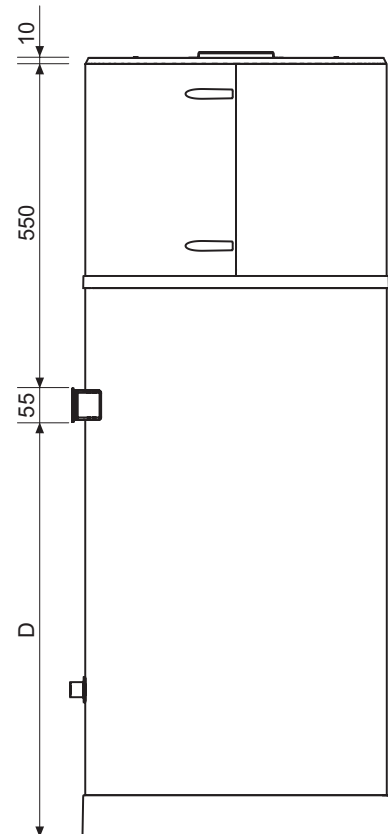
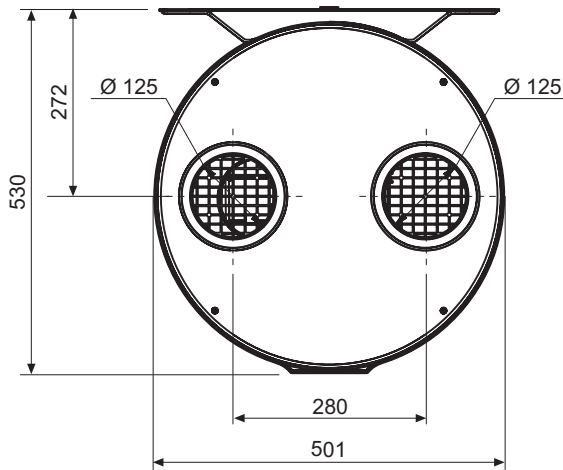
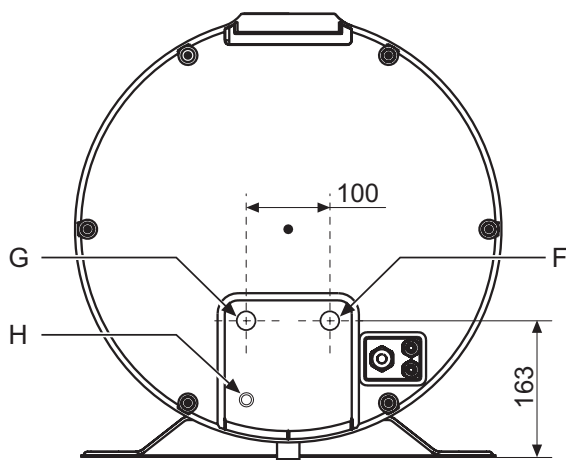

fig. 44
fig. 45
fig. 46
- fig. 44 - fig. 45 - fig. 46 - fig.